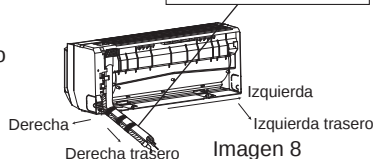

Imagen 8
2. Extraiga los tubos de la carcasa, recubra el cableado eléctrico y el tubo de agua con cinta e insérteles en el orificio correspondiente (imagen 8).